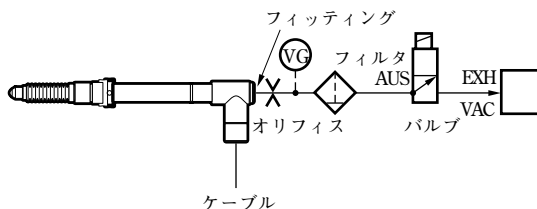

図1.空圧回路
- エアーリフター取付口を通じて、真空ポンプなどの利用で測定子操作をする場合には、図1のような構成の空圧回路を用いますと、エアー駆動が可能となります。真空圧は40～66.7 kPa程度が適当です。また、吸排気速度をコントロールするため、専用チューブの先には図2のようなオリフィスを設けてください。測定子は排気により引込み操作となります。